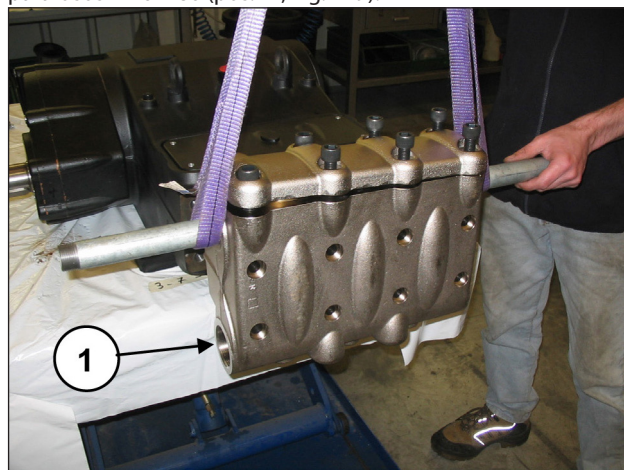
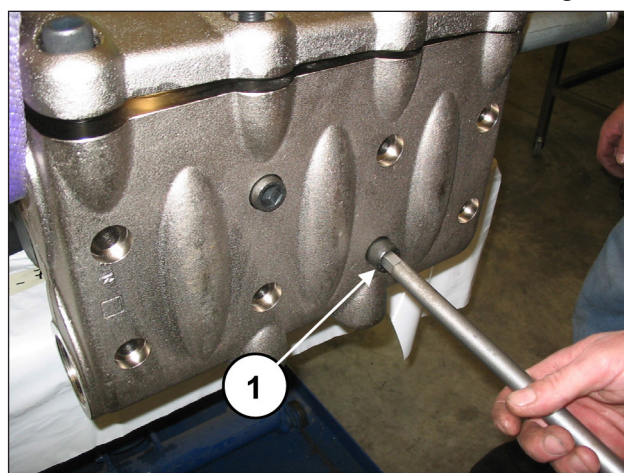

Fig. 128
Fig. 129
Monte o cabeçote no cárter da bomba (pos. ①, Fig. 128) prestando atenção para não bater nos pistões e aperte os 8 parafusos M16x180 (pos. ①, Fig. 129).
Aperte os oito parafusos M16x180, começando com os quatro parafusos internos, de modo transversal (ver Fig. 128), para depois prosseguir com os quatro parafusos externos, sempre apertando de modo transversal.